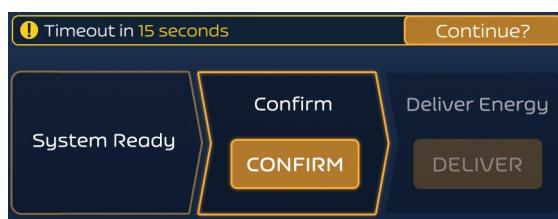

Abbildung 8. Timeout-Warnmeldung
3. Nach Drücken der Schaltfläche PREPARE (Vorbereiten) wird diese für etwa vier Minuten aktiviert. Wird diese Zeit überschritten, kehrt der FARASTAR PFA-Generator in den Zustand „Leerlauf“ zurück. Danach ist eine Neuinitialisierung erforderlich. Innerhalb von 15 Sekunden nach der Zeitüberschreitung wird ein Countdown-Timer angezeigt. Sie können während dieses Countdowns die Schaltfläche CONTINUE (Weiter) drücken, um eine zweite vierminütige Timeout-Periode zu starten (siehe Abbildung 8). Wenn die zweite Timeout-Periode überschritten wird, kehrt der FARASTAR PFA-Generator in den „Leerlauf“ zurück und muss neu initialisiert werden.
Hinweis: Beachten Sie, dass die Schaltfläche DELIVER (Abgabe) nur für 10 Sekunden aktiviert ist, danach müssen Sie erneut CONFIRM (Bestätigen) drücken. Auch die Schaltfläche CONFIRM (Bestätigen) wird für 4 Minuten aktiviert. Wird diese Zeit überschritten, kehrt der FARASTAR PFA-Generator in den Zustand „Leerlauf“ zurück. Danach ist eine Neuinitialisierung erforderlich. Innerhalb von 15 Sekunden nach der Zeitüberschreitung wird ein Countdown-Timer angezeigt. Sie können während dieses Countdowns die Schaltfläche CONTINUE (Weiter) drücken, um eine weitere vierminütige Timeout-Periode zu starten (siehe Abbildung 8).